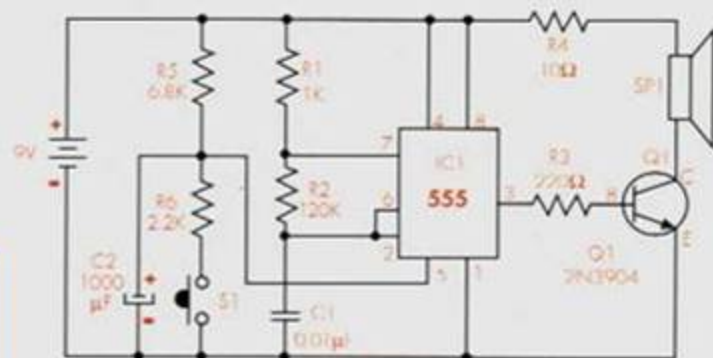

Figura 1. Diagrama esquemático
1. Arme en el protoboard el circuito que aparece en el diagrama esquemático de la figura 1. La guía de montaje aparece en el diagrama pictórico. Revise la orientación del circuito integrado, de tal modo que sus pines no queden invertidos.